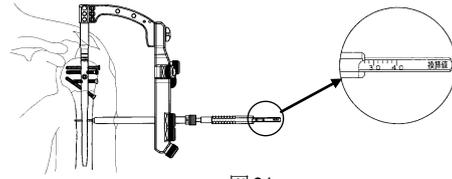

図 24
- 24) コーティカル SW ドリルスリーブを抜き、コーティカル SW スリーブ先端を骨面に押しあて、コーティカル SW デプスゲージを挿入し、先端フックを内側皮質に引っ掛け、スクリュー長を計測します。（図 24）